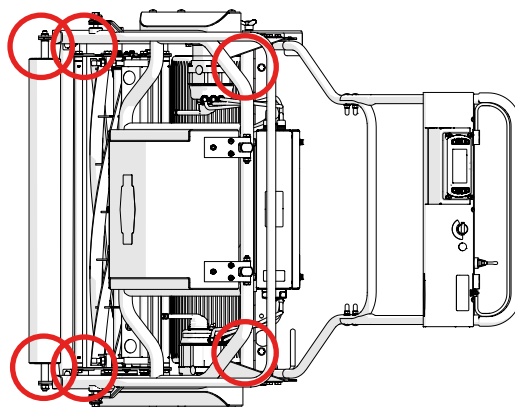

Fig.24. Punti di ancoraggio per il trasporto.
- Ancorare la macchina al pavimento/pallett utilizzando cinghie di fissaggio idonee. Punti di ancoraggio illustrati nella Fig. 24.